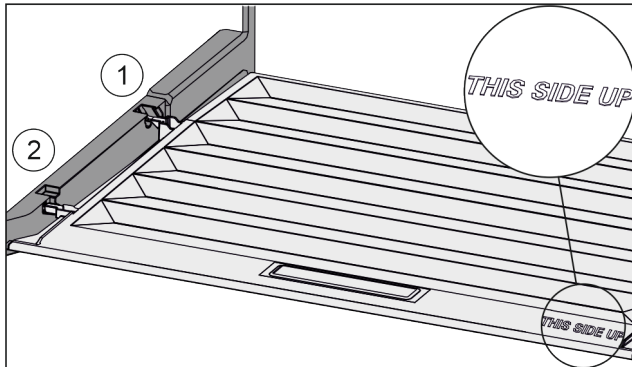

Fig. 143
- ▶ Introduzca los nervios de la tapa por la abertura del soporte trasero *Fig. 143 (1)* y encájelos por delante en el soporte *Fig. 143 (2)*.